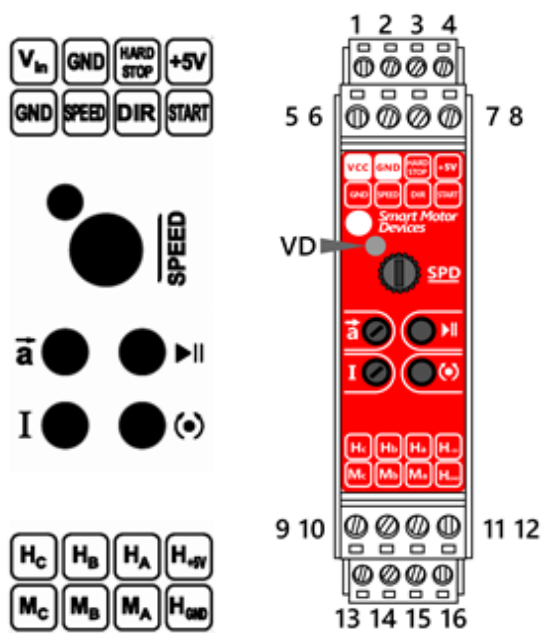

Abb. 2. Aufbau und Zuordnung der Anschlüsse und Bedienelemente
Das Anschlussschema ist in Abb. 2 dargestellt.
Die Position der Anschlüsse und Bedienelemente ist in Abb. 2 dargestellt.
1. Schließen Sie einen Motor gemäß Abb. 2 und 3 an den Regler an. Die Motorphasen müssen an die Klemmen 13 - 15 angeschlossen werden. Die Hall-Sensorsignale müssen an die Klemmen 9 - 11 angeschlossen werden. GND der HALL-Sensoren muss an Klemme 16 angeschlossen werden, die Versorgung der HALL-Sensorsignale muss an Klemme 12 angeschlossen werden.